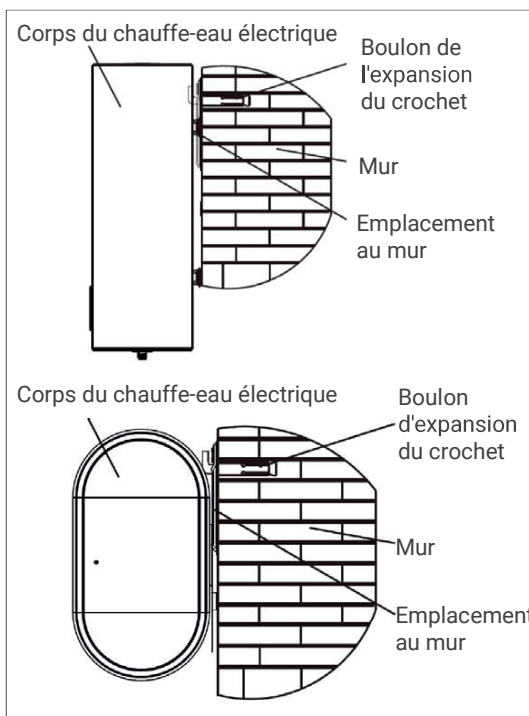

Fig.3
4. En utilisation normale, la poignée de la vanne de sécurité (Fig. 3) doit être ouverte régulièrement pour éliminer le dépôt de carbonate de calcium. La méthode consiste à tirer la poignée de décharge vers le haut jusqu'à la position horizontale (si la poignée est équipée de vis, retirez-les avec un tournevis avant cette opération), puis vérifiez si la vanne de sécurité est bloquée (s'il y a de l'eau qui s'écoule). Si elle est bloquée, contactez le service de maintenance.